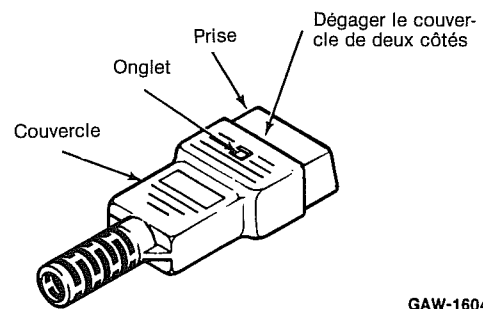

Figure 18
- (1) Avec un tournevis dégagez le couvercle de l'onglet de chaque côté (voir figure 18). Sortez la prise en tirant dessus.